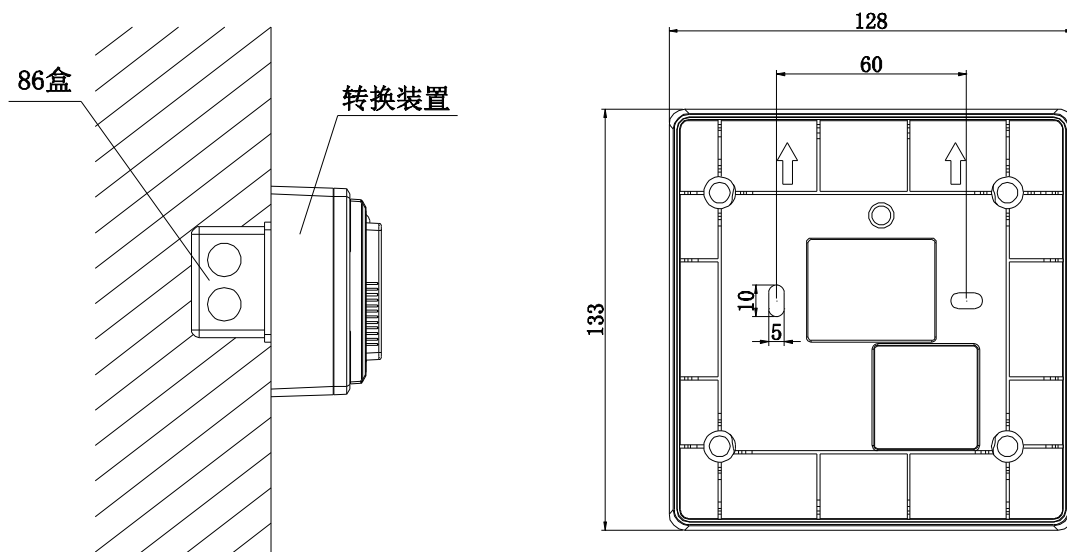
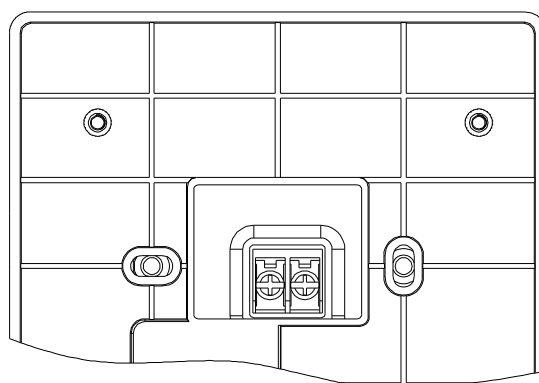

图 2 安装示意图
图 3 端子示意图
1. 安装时只需取下转换装置主体，从底壳的进线孔中穿入电缆并接在端子上，再安装好转换装置，安装孔距为 60mm。转换装置安装采用预埋盒安装方式，安装示意图如图 2 所示。转换装置端子示意图如图 3 所示。